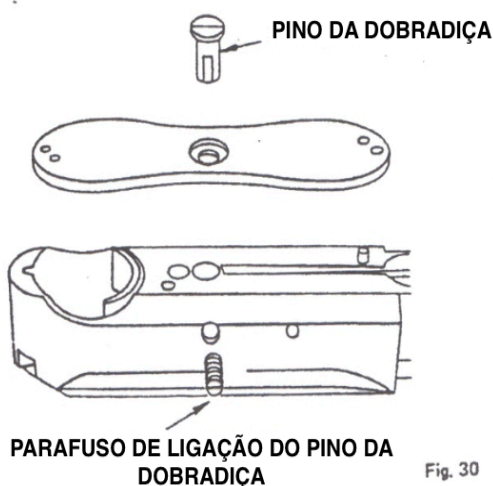

Fig. 30
2. Afrouxe o parafuso de fixação do pino da dobradiça mostrado na Fig.30 e levantando-o, remova a placa da agulha e o pino da dobradiça.